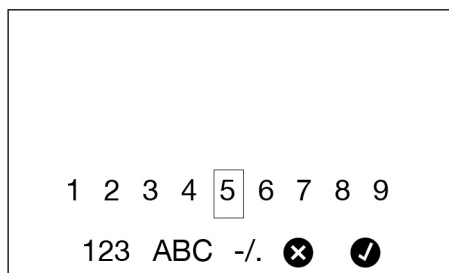

图 47
2. 显示图 47 中所示的屏幕。此屏幕可用于为预设创建唯一的描述。